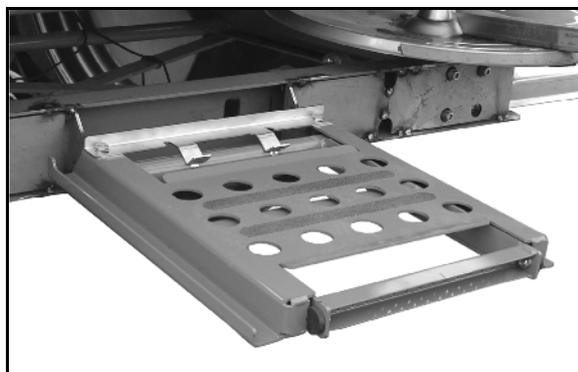

Fig. 41
- Faites basculer l'échelle vers le haut (Fig. 41) et poussez-la vers l'avant avec la plateforme lorsque vous ne l'utilisez pas.